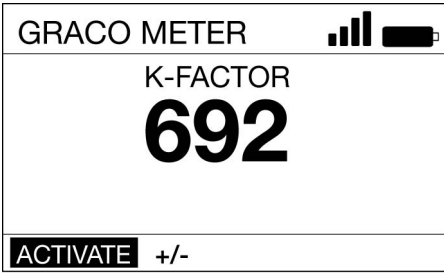

FIG. 18
5. Aparecerá la pantalla del factor K de calibración (Fig. 18).